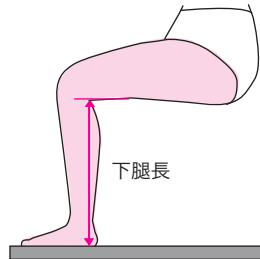

図 3-2 下腿長の測定の仕方
① 環境条件
- ベッドの座面が低すぎると、うまく立ち上がれなかったり、引き上げ介助を要する場合がありますので、下腿長 + 5cm 程度に高くします。（図 3-2）ベッドが低い場合は木材などで嵩上げをして調整します。
② 本人の条件
③ 介助者の条件（介助が必要な場合）